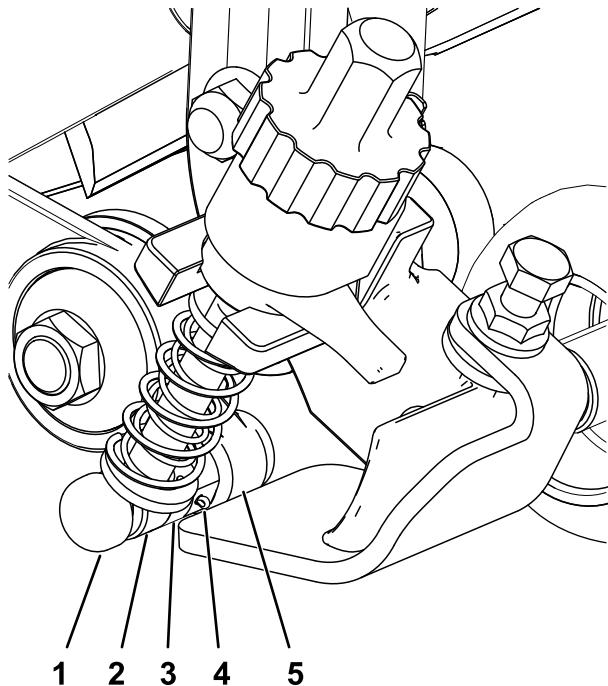

Figura 11
3. En el lado del conjunto de la polea tensora, alinee la varilla del brazo de regulador del soporte de altura de corte con el collar del regulador en el conjunto de la polea tensora y fíjela con un pasador de regulador y una chaveta (Figura 11).